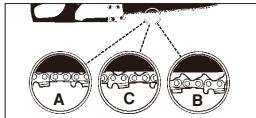

Fig. 5
**VARNING:** Om sågkedjan är FÖR LÖS eller FÖR SPÅND slits kugghjulet, svärdet, kedjan och vevaxelns lager ut snabbare. Se på fig. 5 för information om rätt kall spänning (A), rätt varm spänning (B) och som vägledning när sågkedjan behöver justeras (C).